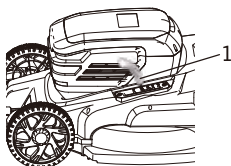

FIG. 9
1. Faites pression sur le levier (1) vers la roue arrière (Figs. 9 & 10).